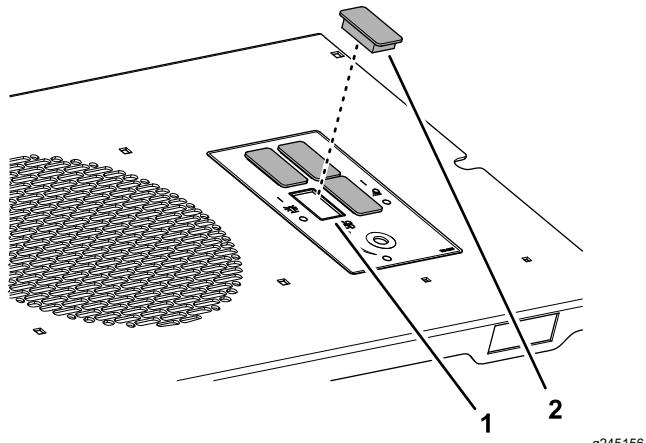

図 4
1. スイッチパネルの四角い開口部にプラグを合わせる図 4。
2. パチンという音がしてプラグが穴に確実に嵌るまでプラグを穴に押し込む図 4。
3. 他の 3 つのプラグについても、ステップ 1 と 2 を行う図 4。